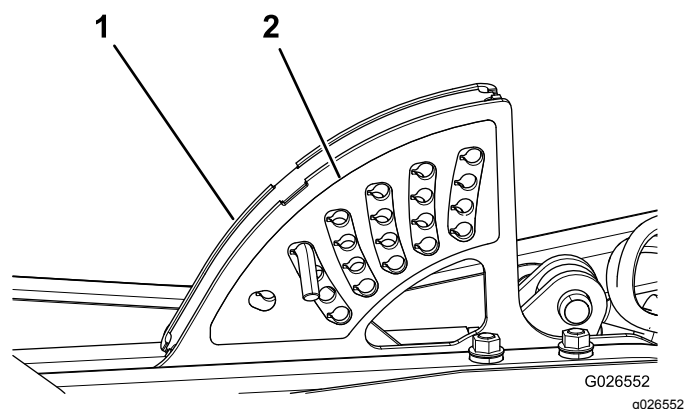

Figura 5
1. Retire o autocolante da altura de corte existente do suporte da altura de corte na máquina (Figura 5).